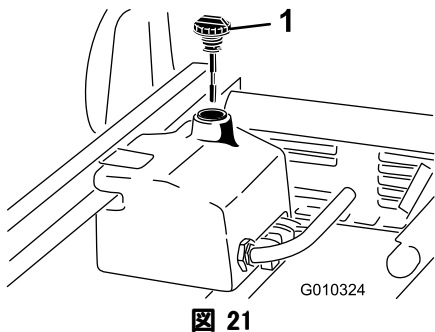

図 21
1. 油圧オイルタンクの注油口周辺をきれいに拭き、キャップ (図 21) を外す。給油口からキャップを取る。
2. 補給口の首からディップスティック (図 21) を抜き、ウェスできれいに拭く。もう一度首に差し込んで引き抜き、オイルの量を点検する。2本のマークの間であれば適正である。